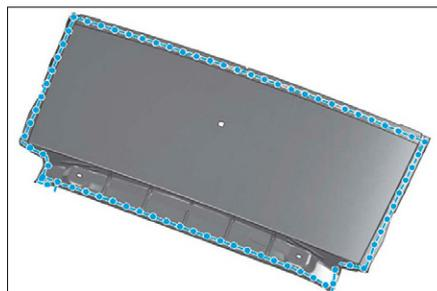

FIG. 130
- Préparer les zones d'accostage et les protéger par un apprêt soudable (Fig.130).